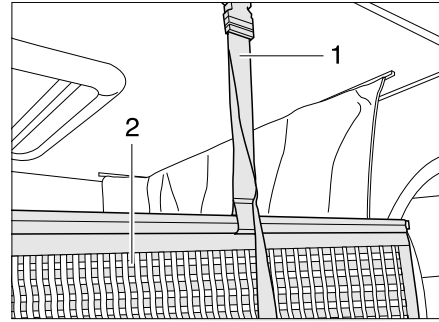

Bild 97 Halterung Sicherungsnetz
Sicherungsnetz Das Sicherungsnetz (Bild 97,2) mit den Haltegurten ist unter der Matratze verstaut. Das Sicherungsnetz erst aufspannen, wenn sich die Personen bereits im Hubbett befinden.
- Die Haltegurte (Bild 97,1) in die Halterungen an der Decke einrasten.